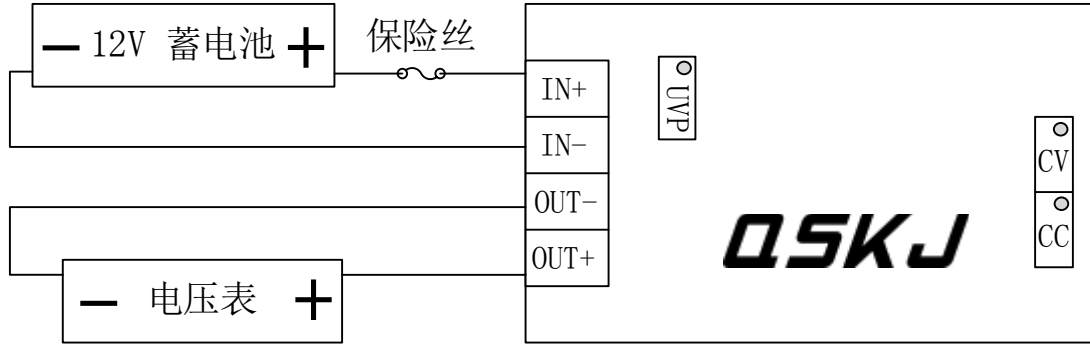

图 6
1. 12V 蓄电池的正极连接模块的 IN+，12V 蓄电池的负极连接模块的 IN-，顺时针缓慢调节“CV”将输出电压调节到 27.6V。（如图 6 所示）